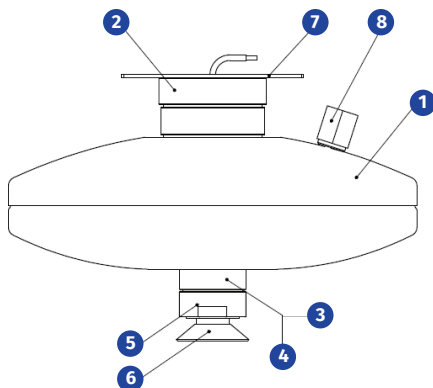

Рисунок 1
5.2.3 Открутить предохранительный клапан (поз. 8, рисунок 1) на штуцере ПК.
- ✘ ставить модуль на стакан (рис.1, поз.5);